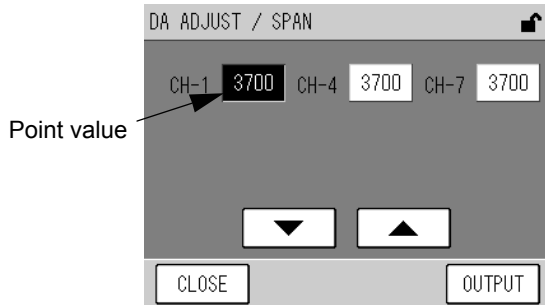

Fig. 56 DA ADJUST/ SPAN Fenster
- [SPAN]: Öffnet das Fenster DA ADJUST/ SPAN für die Endpunkt-Kalibrierung des analogen Ausgangs (Fig. 56 auf Seite 44).